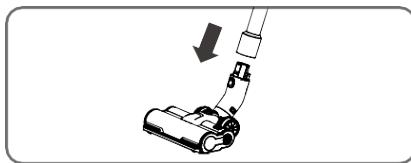

Figure 3
- Poussez une extrémité de l'ouverture circulaire de la brosse dans l'extrémité du tube d'expulsion de l'air en vous assurant qu'elle est complètement enfoncée et qu'elle est solidement installée. L'installations'est terminée (Figure 3).